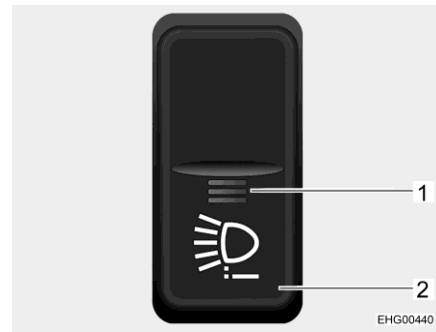

Fig. 15 Interruttore a bilico
- Premere l'interruttore a bilico (Fig. 15,2). La luce rossa dell'indicatore di funzionamento (Fig. 15,1) si accende. Nell'indicatore del pannello degli strumenti viene visualizzato brevemente l'avviso "Illuminazione aggiuntiva attiva".
Per disattivare l'abbagliante LED aggiuntivo, spegnere il motore o premere di nuovo l'interruttore a bilico (Fig. 15,2). La luce rossa dell'indicatore di funzionamento (Fig. 15,1) si spegne.